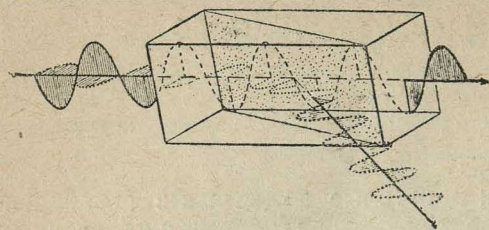

Рис. 2. Ход лучей в поляризационной призме.
Кремнезем ( $\text{SiO}_2$ ) может существовать в трех основных аллотропических видоизменениях: кварц, тридимит и кристобалит. Во всех этих видоизменениях атом кремния (Si) окружен четырьмя атомами кислорода (O), расположенными в углах правильного тетраэдра. Сам кремний находится в центре тетраэдра. Указанные видоизменения кремнезема отличаются друг от друга взаимным расположением соседних тетраэдров. В воде каждая молекула окружена четырьмя другими молекулами воды, расположенными примерно так же в углах тетраэдра (см. рис. 2). Расшифровка полученных для воды рентгеновских снимков показала, что в воде могут существовать три типа строения: тип тридимита, тип кварца, а также плотноупакованная структура, сходная с той, которая наблюдается у жидких металлов. Эти типы строения воды не переходят резко один
Рис. 2. Расположение молекул в жидкой воде. Четыре молекулы окружают одну молекулу воды; из них две находятся в плоскости бумаги, одна — впереди, другая — позади центральной молекулы.
Явление двойного лучепреломления состоит в том, что луч света, попадая в кристалл, разделяется на два. Колебания света в этих двух лучах происходят во взаимно перпендикулярных плоскостях (рис. 1). Основываясь на том, что показатель преломления для этих лучей не одинаков, строят поляризационные призмы, с помощью которых получают поляризованный свет (рис. 2). Такого рода поляризаторы при ряде существенных преимуществ (каковы, например, полная поляризация света, бесцветность и прозрачность) имеют